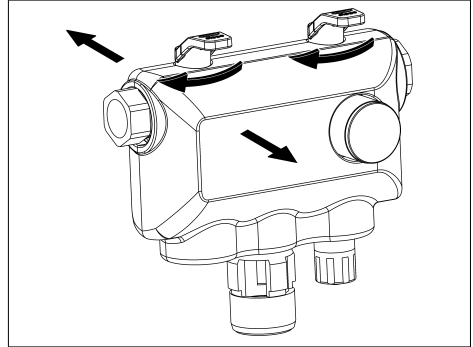

Abb. 5: Absperrhähne schließen und Verkleidungsschalen entfernen
- Verkleidungsschalen abnehmen (siehe Abb. 5).